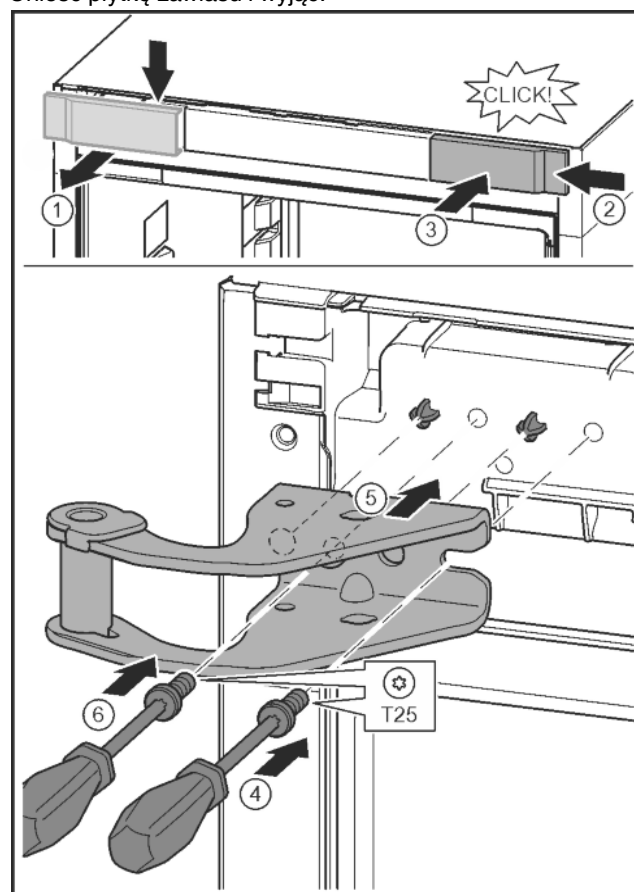

Fig. 11
- ▶ Poluzować osłonę i zdjąć w bok. Fig. 11 (1)
- ▶ Osłonę obrócić o 180° założyć z drugiej strony od prawej. Fig. 11 (2)
- ▶ Zazębnić osłonę. Fig. 11 (3)
- ▶ Śrubę założyć przy pomocy śrubokręta T25. Fig. 11 (4)
- ▶ Założyć górną płytkę zawiasu. Fig. 11 (5)
- ▷ Czopy znajdują się w odpowiednich otworach na śruby. Fig. 11 (4)
- ▶ Dokręcić śrubę. Fig. 11 (4)
- ▶ Śrubę założyć przy pomocy śrubokręta T25 i mocno dokręcić. Fig. 11 (6)